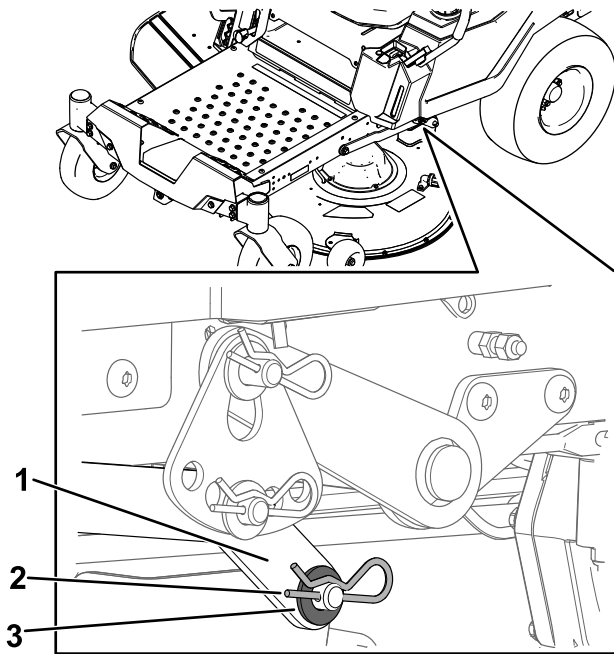

Bild 75
- Entfernen Sie auf einer Seite der Maschine die Unterlegscheibe und den Splint vom Mähwerksstift (Bild 75).
- Heben Sie auf einer Seite der Maschine die Rückseite des Mähwerks an und montieren Sie den Hubarm am Mähwerksstift (Bild 75).
- Montieren Sie den Hubarm mit der Unterlegscheibe und dem Splint (Bild 75).